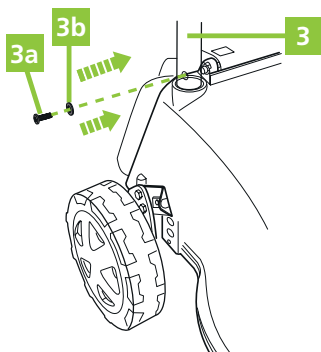

Figure 3
3. Fixez les bras inférieurs (3) avec les vis (3a) et les rondelles (3b). Serrez ensuite les vis (3a) avec un tournevis Phillips (Fig. 3).